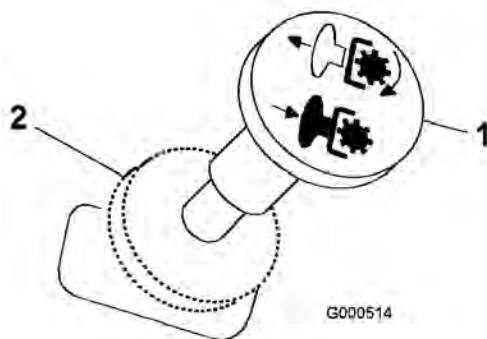

Figure 8
3. Désengagez les lames en plaçant la commande des lames en position Désengagée (Figure 8).
2. Désengagez les lames en plaçant la commande des lames en position Désengagée (Figure 8).